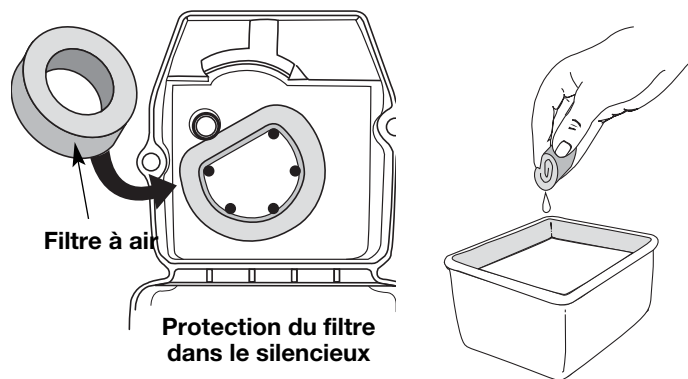

Fig. 14
2. Retirez le filtre à air de l'intérieur du couvercle du filtre à air/silencieux (Fig. 14).
3. Lavez le filtre dans un mélange d'eau et de détergent (Fig. 14). Rincez le filtre abondamment. Essorez l'excédent d'eau. Laissez sécher complètement.
6. Remplacez le filtre à air à l'intérieur du couvercle du filtre à air/silencieux (Fig. 14).